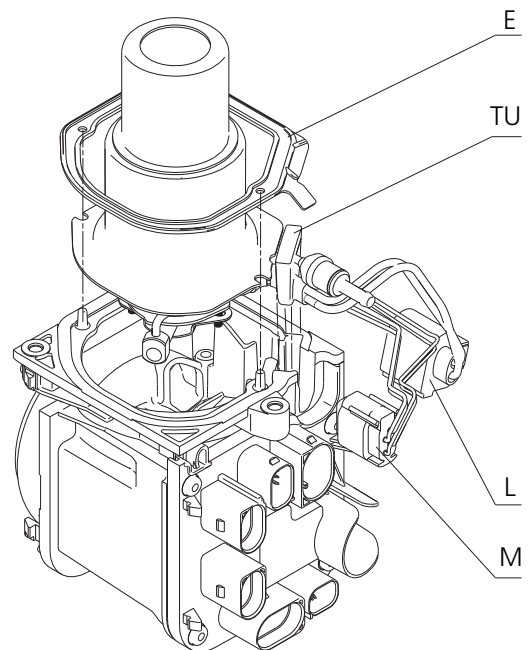

Abb. 906 Demontage und Montage Brenner
Stecker (L und M, Abb. 906) abziehen. Das Gebläse mit dem Brenner nach oben senkrecht ablegen.
1. Brenner mit Tülle (TU, Abb. 906) im Gebläsegehäuse vor-